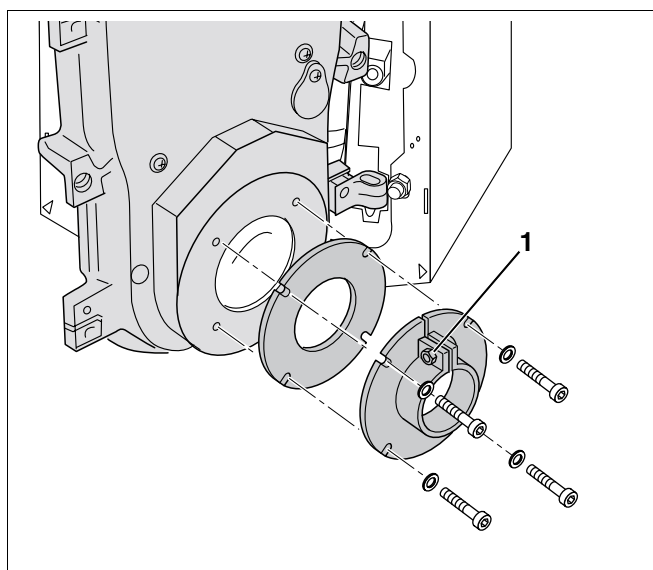

Fig. 6 Monter flange inklusive tætning på kedlen.
- Monter brænder, flange og tætning med de medfølgende skruer (fig. 6).
- Spænd klemeskruen (fig. 6, **pos. 1**) på flangen fast.